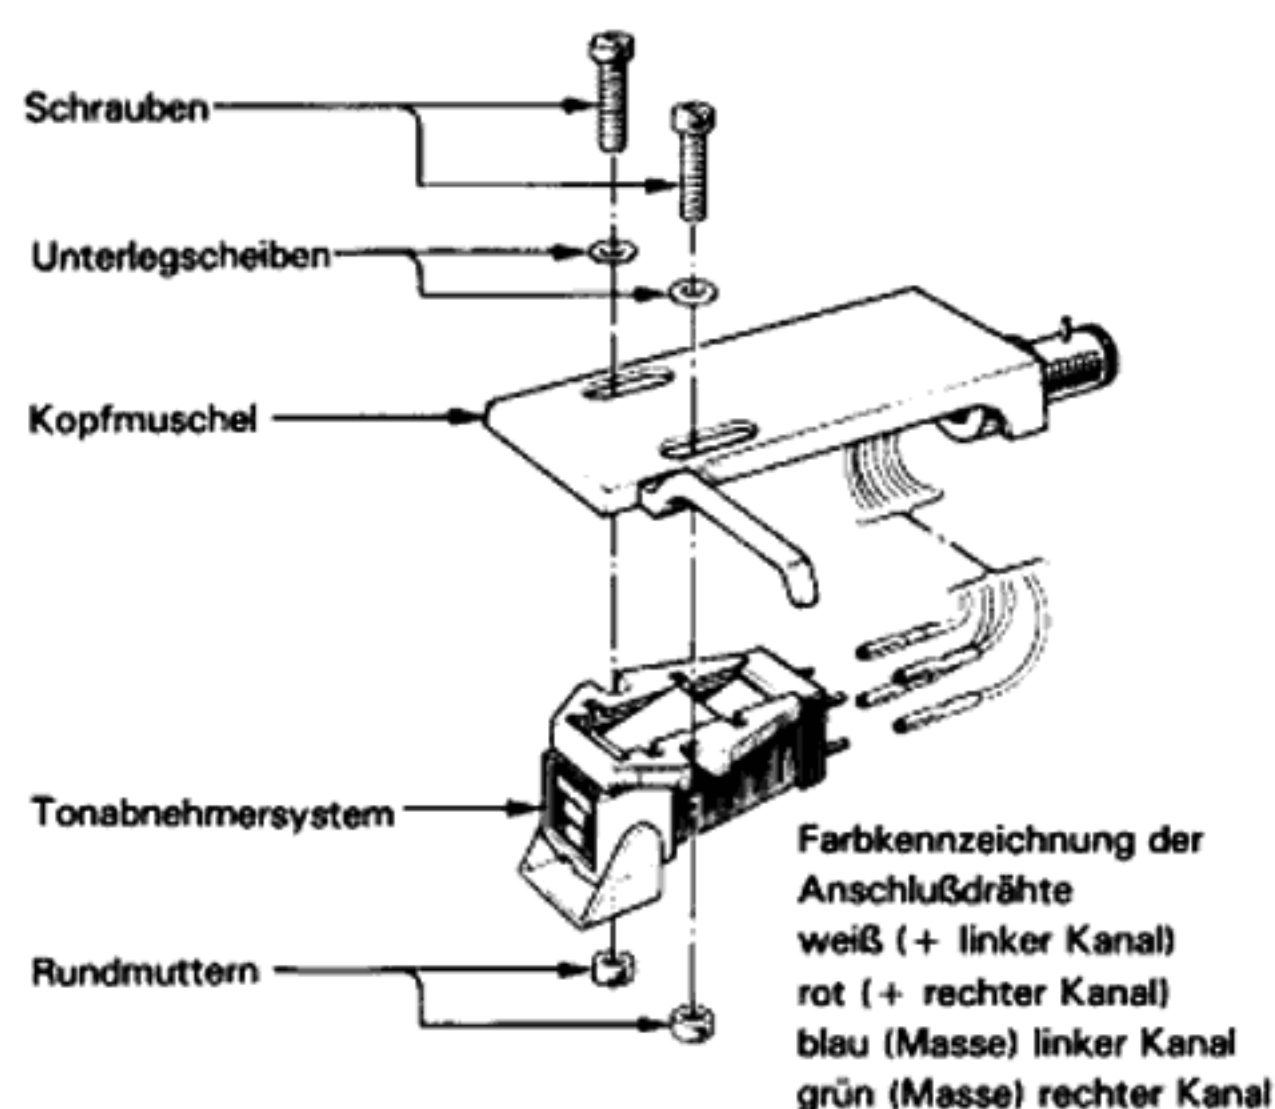

Fig. 10
- 1. Die vier Steckerhülsen der Kopfmuschel wie gezeigt auf die Steckerstifte des Tonabnehmers schieben. Für die Farben der Anschlußdrähte siehe Fig. 10. Zum Anschließen eine Pinzette oder eine Zange mit langen Backen verwenden.